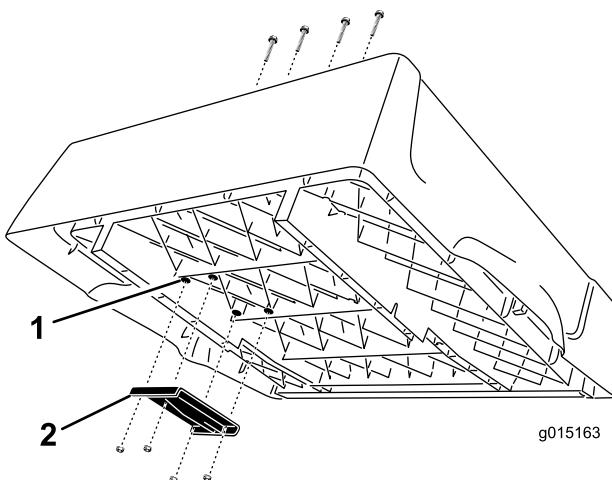

Figura 3
1. Individuate le 4 borchie sul lato destro del sottoscocca (Figura 3). Utilizzando un trapano con una punta da 9,5 mm, trapanate con cautela le borchie per praticare quattro fori attraverso il fondo del cassone.
2. Montate la staffa di sollevamento superiore nel sottoscocca con 4 viti Phillips a testa piatta (3/8 x 2-1/2 poll.) e i dadi di bloccaggio flangiati (Whiz lock) (3/8 pollice). Collocate la staffa come illustrato in Figura 3.